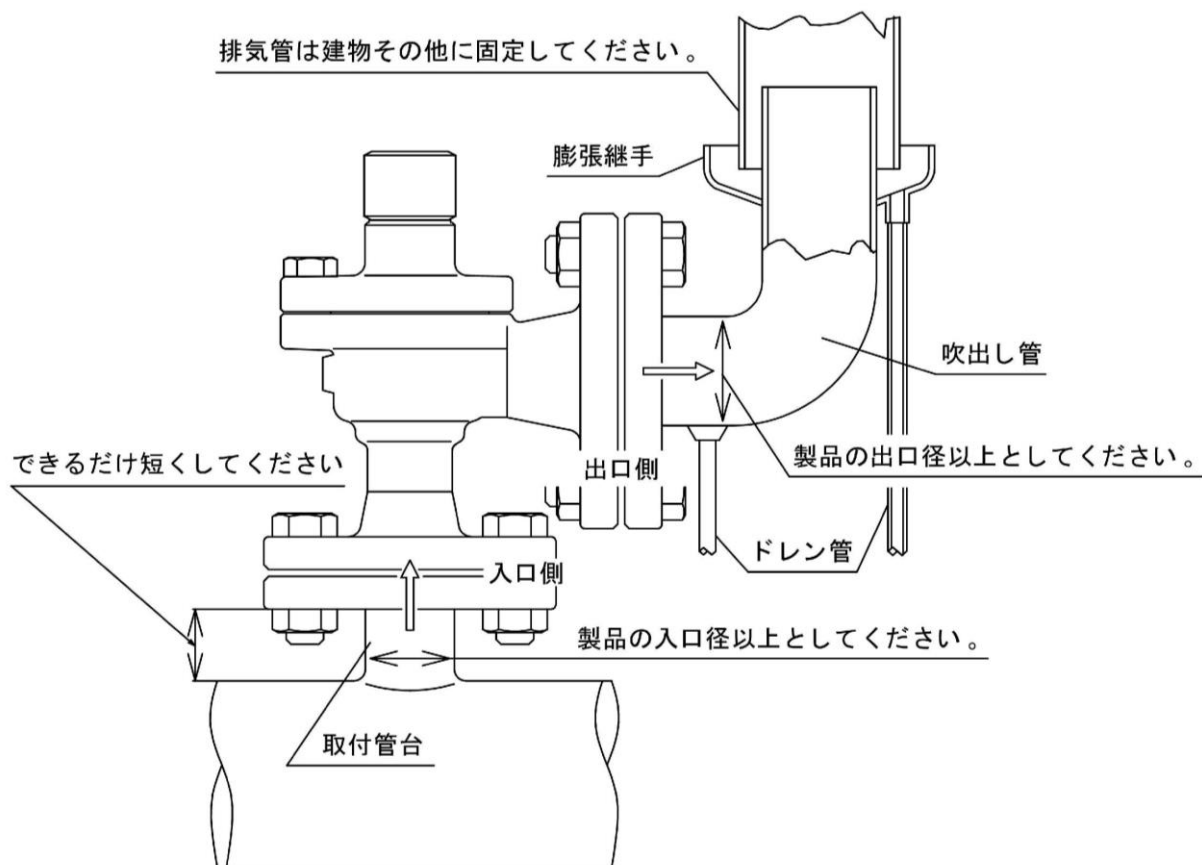

図2 取付図例
- (7) 取付管台内径・吹出し管内径は、製品の入口径・出口径以上としてください。（図 2 参照）